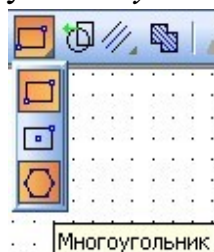

Рисунок 2.13 – Выбор инструмента Многоугольник
1. Активизируйте пиктограмму *Многоугольник* (рисунок 2.13).